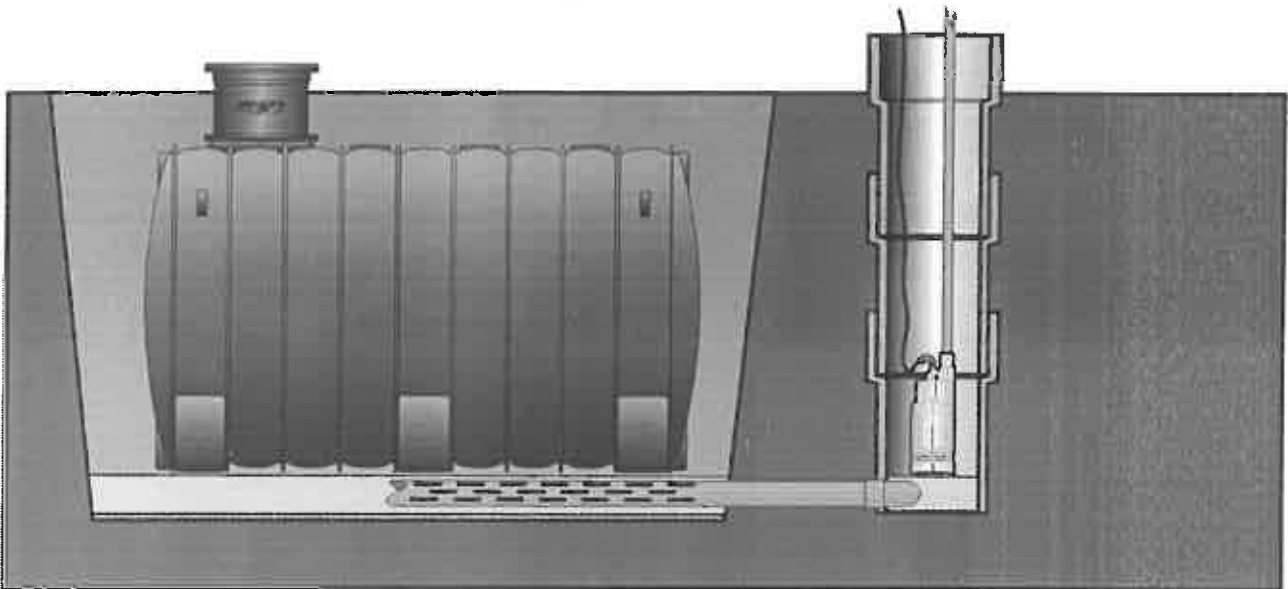

Fig. 4
7. Recomandam sa se umple partea superioara a gropii, pana unde incepe prelungirea domului, daca exista, cu nisip nereciclat, completand ultima faza de ingropare cu teren vegetal, avand grija sa nu se depaseasca adancimea maxima de ingropare de 30 cm asa cum este indicat in fig. 4.